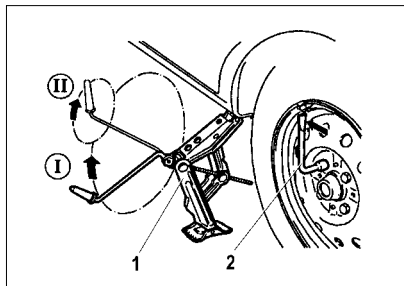

Рис. 50. Замена колес
– ослабьте на один оборот комбинированным ключом 2 (рис. 50) болты крепления заменяемого колеса;